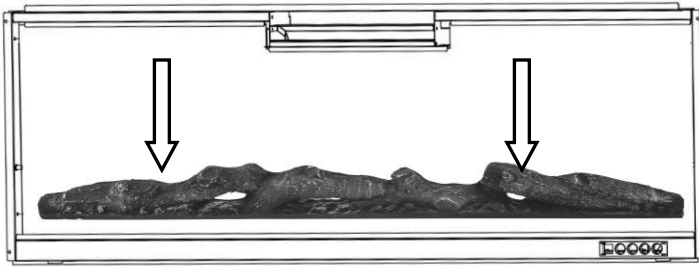

Fig 6-1. (Logboekreeks)
- B.** Haal de houtset (**G**) uit de verpakking en leg deze op de daarvoor bestemde plaats in de haard. **Fig 6-1.**